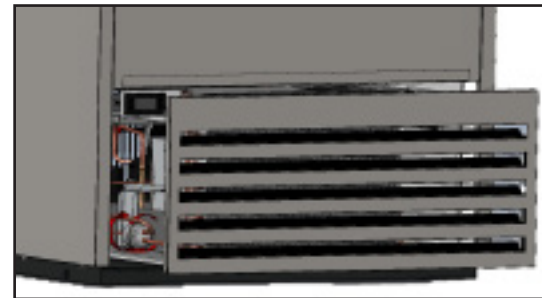

Fig. 2. Retire la rejilla frontal.
3. Tire de la rejilla frontal para liberarla de los soportes magnéticos. Ver la fig. 2.